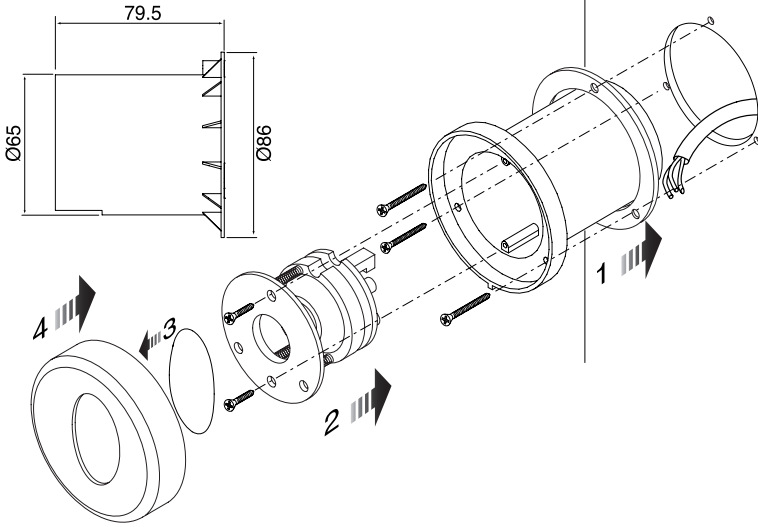

Fig. 3
zur Verfügung, fordern Sie bitte die Spezialständer aus Metall an. Sie lassen sich mit drei Spreizdübeln direkt auf einer Betonunterlage befestigen (Abb. 3). Die perfekte Ausrichtung wird ermöglicht durch die Einstell-Langlöcher in der Basis.
pidas las columnas metálicas correspondientes. Las columnas se pueden fijar directamente sobre una base de hormigón con tres tacos de expansión (fig.3).
- se não houver algum pilar ou muro em que fixar as fotocélulas, peça as colunas metálicas especiais. As colunas podem ser fixadas directamente sobre uma base de betão com três parafusos de expansão (fig.3).